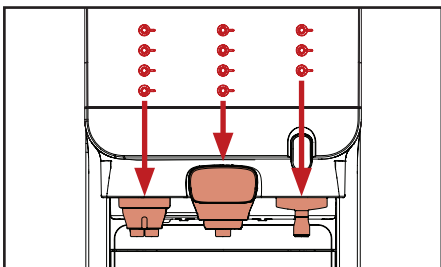

Fig. 4.4 - Boutons correspondants aux sorties
1. Placez votre tasse directement en dessous de la sortie de votre sélection (fig. 4.4).